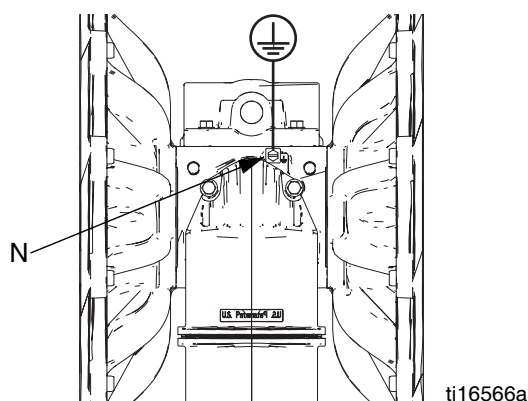

Fig. 3. Vis et fil de terre
- N Vis de terre (aluminium et acier inoxydable uniquement, voir FIG. 3, page 9)
Pompe : voir FIG. 3. Desserrez la vis de terre (N). Introduisez l'une des extrémités d'un fil de terre de 12 ga. minimum derrière la vis de terre et serrez-la au maximum. Branchez l'extrémité du fil de terre sous forme de pince sur une véritable prise de terre. Un câble et une pince de mise à la terre, n° de réf. 238909, sont disponibles auprès de Graco.